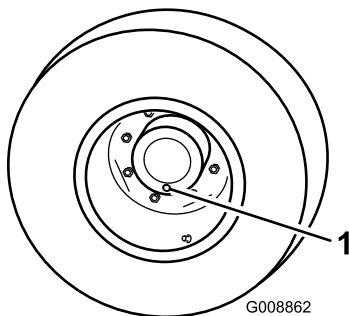

Figure 86
- Placez la machine sur une surface plane et horizontale et tournez une roue de sorte que l'un des bouchons de contrôle se trouve à la position la plus basse (6 heures) (**Figure 86**).